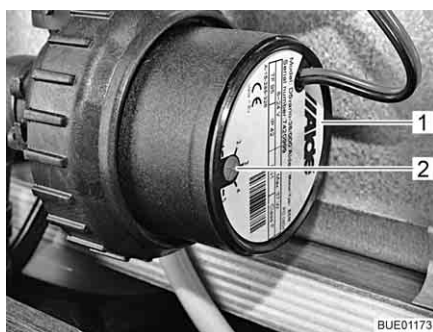

Bild 137 Varvtalsreducering
Med vridregulatorn (Bild 137,2) kan cirkulationspumpens varvtal ställas in. Vid lägre varvtal går pumpen tystare.
Vridregulatorn sitter på cirkulationspumpen (Bild 137,1).
- Vrid vridregulatorn (Bild 137,2) moturs. Effekten reduceras.